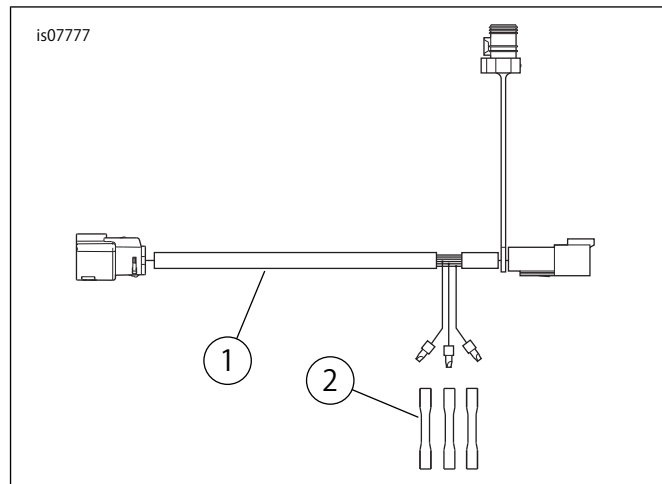

図1. 交換用パーツ、電気系統接続ハーネス
「図1」および「表1」を参照してください。
2. 4ウェイドイチェソケット電力コネクションを持つアクセサリーは、電気接続ハーネスまたは電気アクセサリアダプターに直接差し込みます。3本の配線で電源に接続されているアクセサリー:「図1」を参照してください。アクセサリーの配線を適当な長さに切り、電気接続ハーネスの3本の配線に届くようにします。ハーネス上の3本の配線から配線キャップをカットします。